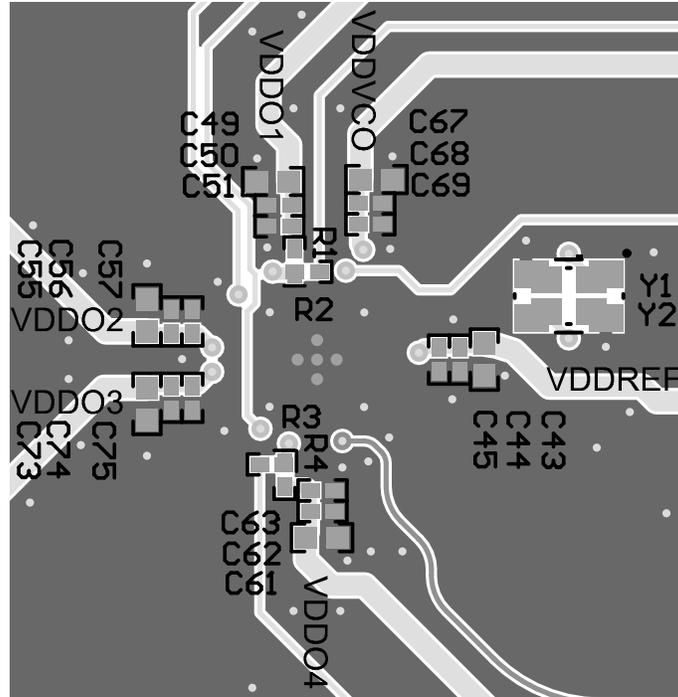

图 11-6. レイアウト例、最下層
- 水晶領域を分離し、水晶パッケージの **GND** パッドを接続して、隣接領域を埋めます。図 11-6 に、複数の水晶振動子サイズをサポートするフット・プリントを示します。
- 電源ピンに非常に近い場所に、容量値の小さいデカップリング・コンデンサを配置します。カップリング・コンデンサは、同じ層の非常に近い場所に配置するか、裏面の層に直接配置するようにします。値がより大きい場合は、より遠くに配置できます。図 11-6 に、デバイスの近くに配置された 3 つのデカップリング・コンデンサを示します。さまざまな周波数ドメインと **VDD_VCO** ドメインを分離するために、フェライト・ビーズを推奨します。